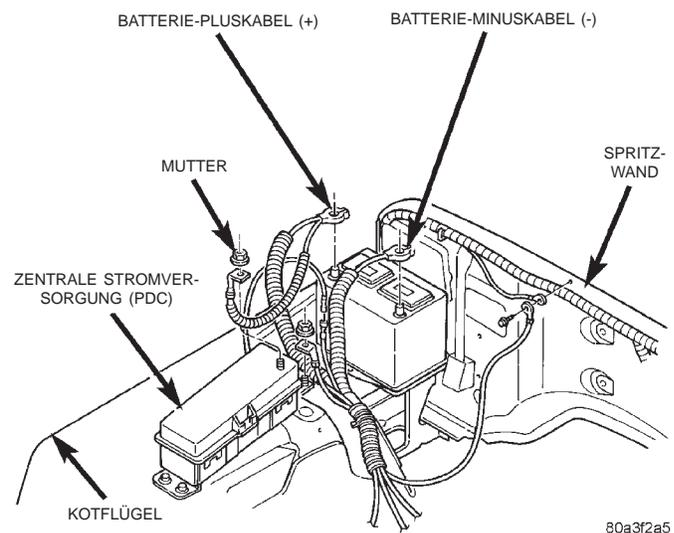

Abb. 21 Batteriekabel
- (1) Kälteschutz über das Batteriegehäuse stülpen.
- (2) Batterie in den Batterieträger einsetzen. Hierbei auf die korrekte Lage der beiden Batteriepole achten. Die Batteriekabel müssen sich ohne Überdehnen anschließen lassen (Abb. 21).
- (3) Die Befestigungselemente der Batterie locker anbringen. Darauf achten, daß das Unterteil der Batterie korrekt im Batterieträger sitzt, und dann die Muttern der Halterungen mit einem Anzugsmoment von 4 N·m (35 in. lbs.) festziehen.